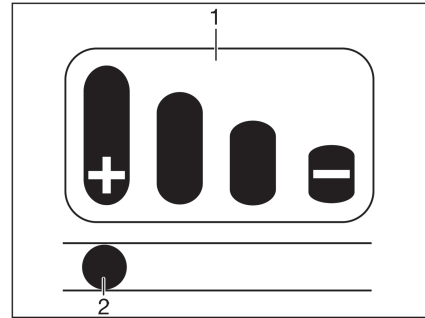

Fig. 166 Indicación del desgaste
En la palanca de acoplamiento se ha instalado una indicación del desgaste (Fig. 166) con un diagrama de barras (Fig. 166,1).
- Cuando el perno (Fig. 166,2) en el agujero oblongo se encuentra en la marca "+", los forros de fricción todavía se encontrarán en estado nuevo.